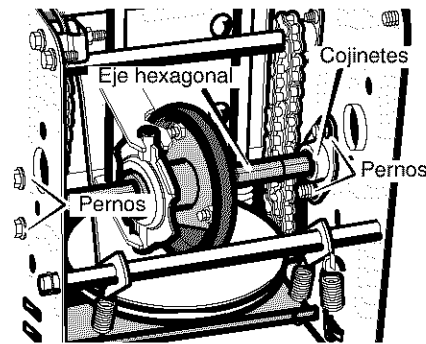

Figura 110
8. Quite los cuatro **pernos** que retienen los **cojinetes** a cada lado del **eje hexagonal** (consulte la Figura 110).